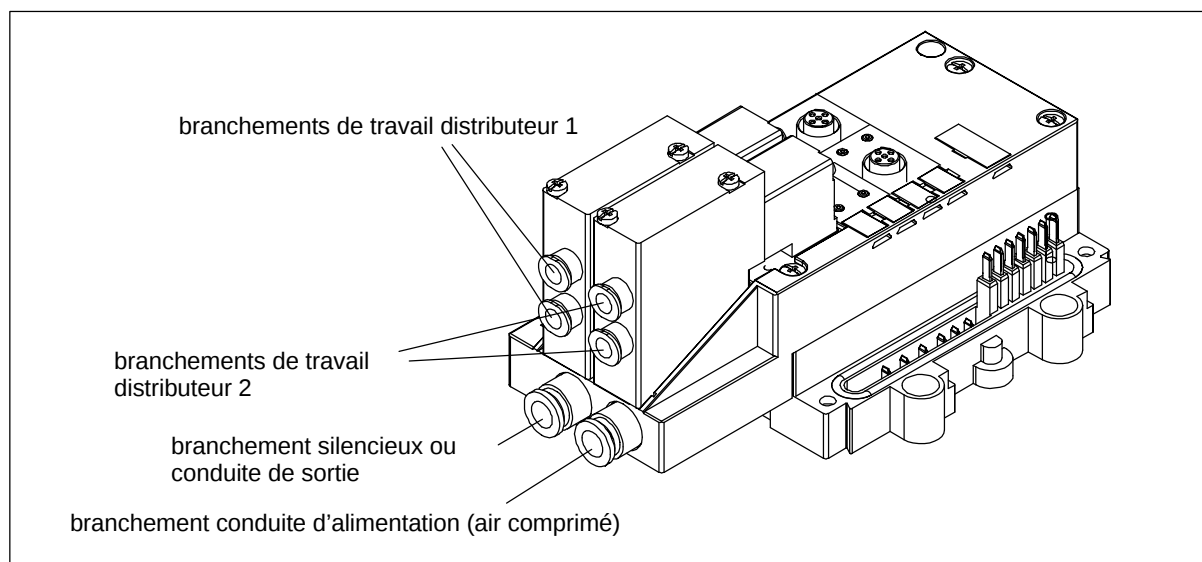

Figure 3-7 Conduites d'alimentation et de travail sur le module pneumatique
1. Utilisez des flexibles à tolérance externe de la société FESTO, par exemple type PUN-... ou type PAN-.... Prenez le flexible ayant un diamètre extérieur conforme au tableau 3-2 et placez-le jusqu'à la butée sur la prise correspondante du module (voir figure 3-7).
Si vous voulez que l'air sortant du module soit rejeté vers l'extérieur, vous pouvez laisser ouverte la prise de sortie d'air du module (voir figure 3-7). Pour réduire les bruits, nous vous conseillons de monter un silencieux sur la prise de sortie d'air.